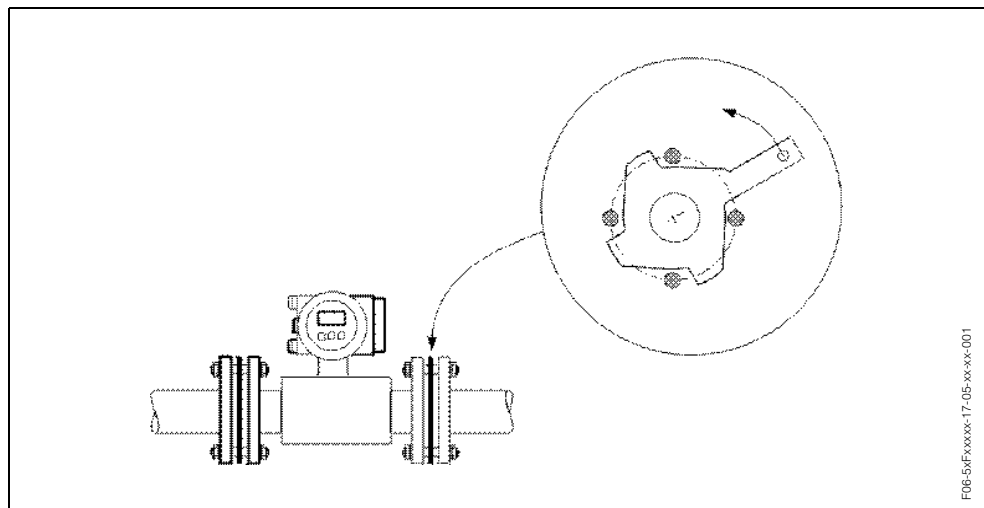

Fig. 19: Montaje con discos de puesta a tierra (Promag P, DN 15...300)
1. Coloque los discos de puesta a tierra y las juntas entre el instrumento y las bridas de la tubería (ver Fig. 19)
3. Gire ahora el disco de puesta a tierra, tal como se ilustra en la Fig. 19, hasta que la manivela llegue a tocar los pernos. Esto permite centrar correctamente el disco de puesta a tierra.